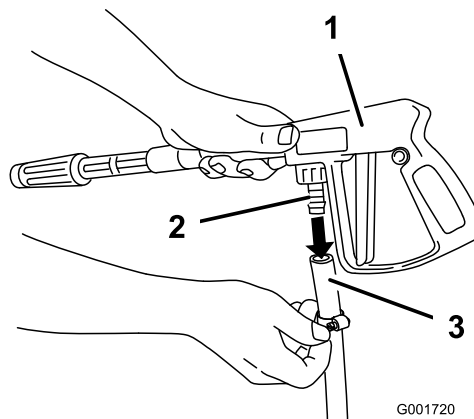

Figura 19
2. Conecte el extremo libre de la manguera larga al acoplamiento de la pistola de pulverización (Figura 19).